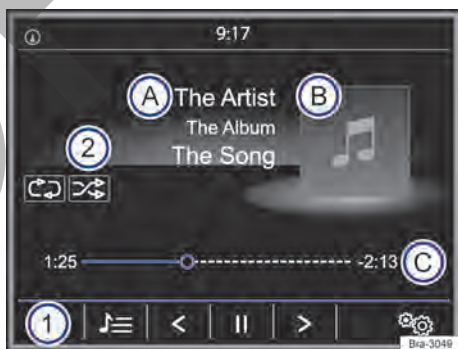

Fig. 160 Menú principal MEDIA.
– Presionar la tecla de la radio  para abrir el menú principal *MEDIA* → fig. 160.
Las fuentes de medios que se reproducen actualmente se exhiben en el botón de función en la parte inferior izquierda → fig. 160 ①.
- **O**: en el menú principal *MEDIA* pulsar el botón de función → fig. 160 ① y seleccionar la fuente de medios deseada.